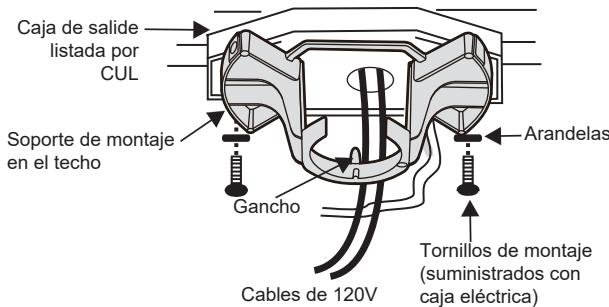

Fig. 5
**Paso 1.** Pase los cables de suministro de 120 voltios desde la caja de salida del techo a través del centro del soporte de montaje en el techo. (**Fig. 5**)
**Paso 2.** Fije el soporte de montaje en el techo a la caja de salida con los tornillos y arandelas incluidos con la caja de salida. (**Fig. 5**)